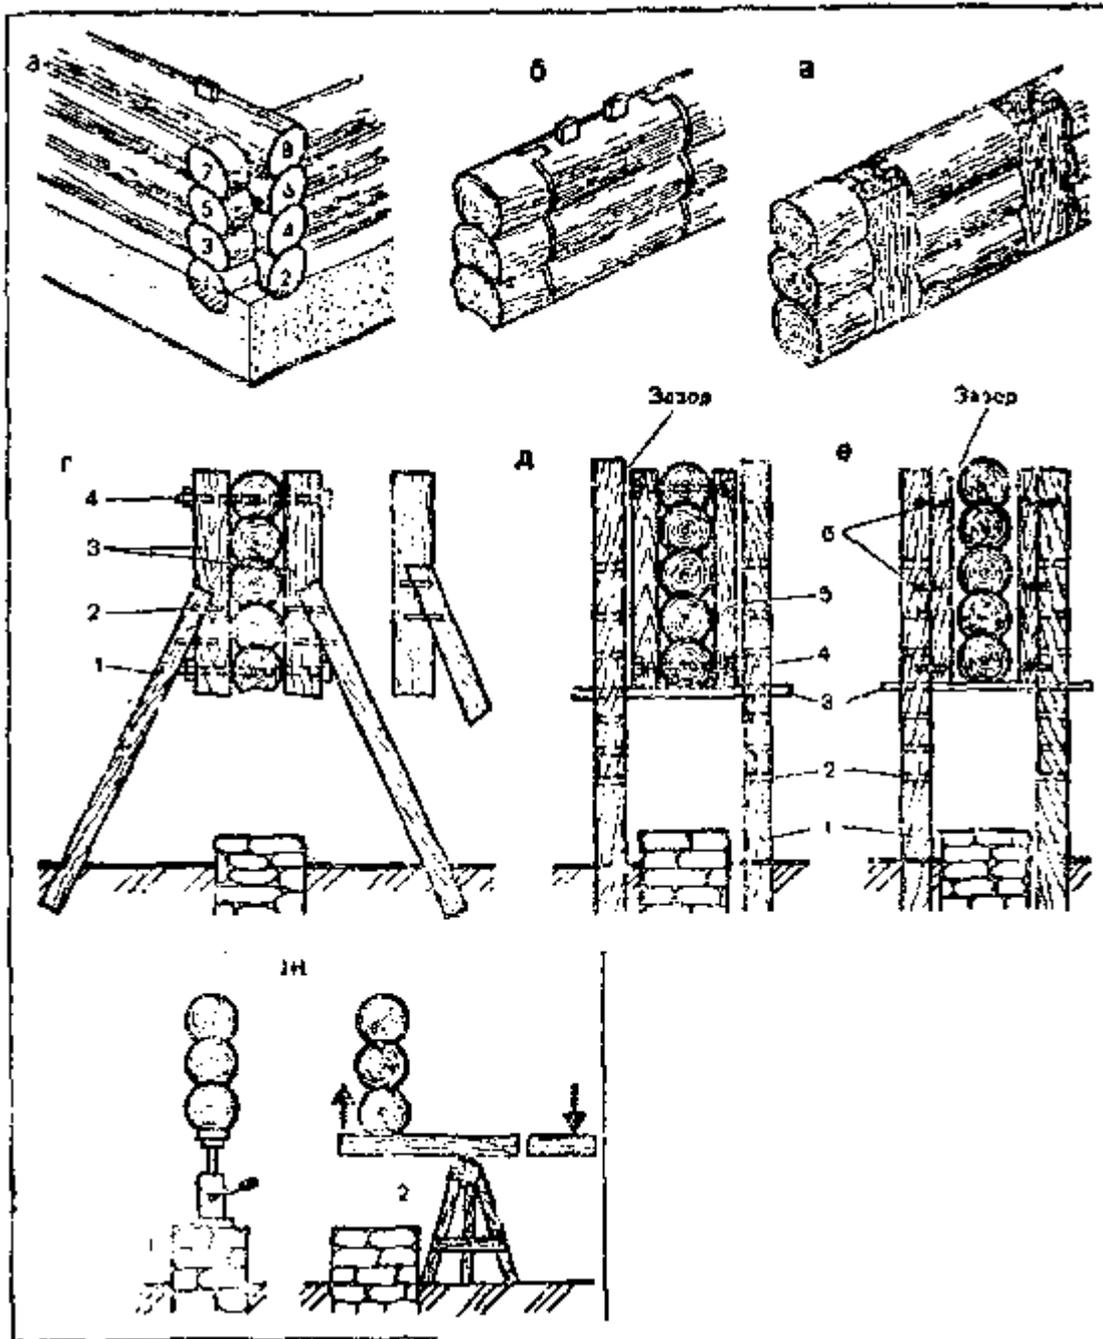

Рис. 101. Ремонт стен рубленых домов:
величину, или меньше примерно на одну четвертую диаметра (рис. 101,а). Эти части бревен заштрихованы. Торцы бревен никогда не должны быть в кладке или промазываться битумной мастикой. Это приводит к их быстрому загниванию. Покрытие битумной мастикой или обертывание допустимо только наполовину боковых сторон бревна.
Обычным способом работу ведут так (рис. 101,б). Вынимают переплеты и разбирают коробки. Выпиливают сгнившую древесину по отбитой строго вертикальной линии. По торцам пропиленных бревен пробивают риски, спиливают и срубают излишнюю древесину, чтобы получить гребни толщиной не менее 5 см. На эти гребни надевают куски новых бревен с выбранными пазами. Новые бревна рекомендуется брать одинаковой толщины со старыми и соединять их шипами. Ставят заменяемые бревна на конопатном материале (пакля, пенька, лен, мох и др.).
Стены при помощи стоек (рис. 101, в) ремонтируют в такой последовательности. Стойками скрепляют концы оставшихся старых бревен. Вставляют новые куски бревен. Изношенные места тщательно конопатят и приступают к сборке коробки. Под подоконную доску кладут кусок рубероида. Нижние стороны боковых брусков и то место подоконной доски, на которое ставят бруски коробки, олифят, сушат, покрывают тонким слоем оконной замазки (более жидкой) и ставят бруски на место. Это предохраняет стены от протекания через них воды, стекаемой с окон.
4. При замене нескольких венцов (рис. 101, г) оставшуюся здоровую часть дома приходится вывешивать, то есть держать на весу.
Первый вариант (рис. 101,5). От углов дома около фундамента на расстоянии 50 — 70 см с двух сторон каждой стены роют ямы глубиной до 1 м. В них ставят вплотную к фундаменту строго вертикально обрешечную доску и измеряют расстояние от стены до доски, определяя тем самым толщину брусков сжима, которые лучше всего делать на 2 — 3 см тоньше полученных размеров. Брусочки сжимов рекомендуется отесать с двух сторон. Стороны стойки, примыкающие к сжимам, также следует отесать. Сжимы ставят с двух сторон стены в двух и даже в трех местах, что зависит от длины стен. Крепят сжимы болтами по верхнему бревну и нижнему, которое остается в стене (не заменяется). Головки и концы болтов должны находиться в толще сжимов. Под болты сверлят отверстия диаметром 15 — 20 мм. Таким образом, стены прочно стягиваются и бревна не скользят и не нарушают конопатку.
Второй вариант (рис. 101,е). Выполняют так же, как и первый. Однако сжимы крепят не к стенам, а к стойкам скобами с зазором между ними и стенами 2 — 3 см. Рекомендуется стены скреплять еще и дощатыми сжимами, тогда стены будут скользить между сжимами. Поднимают стены одновременно с двух противоположных сторон.
7. Способы подъема дома (рис. 101, да). Поднимают дом при помощи рычагов или ваг, а также домкратов разной конструкции и грузоподъемности.